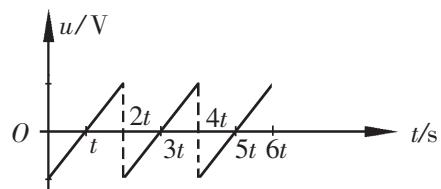

图 2-3-4
4. 如图 2-3-4 所示是某交流电压的瞬时值随时间变化的图象。该交流电压的周期是多少？